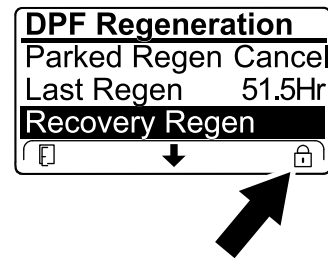

Figure 59
- Si le calculateur moteur n'a pas demandé de régénération d'urgence et que vous naviguez jusqu'à l'option RECOVERY REGEN, la régénération d'urgence se bloque et l'icône de blocage (Figure 59) apparaît en bas à droite de l'InfoCenter.